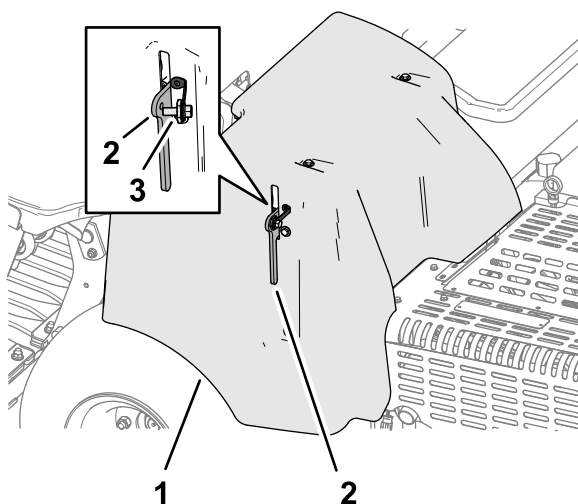

Figura 147
4. Dacă maina dumneavoastră dispune de nurul de blocare CE al capacului curelei, introduceți urubul de nur în orificiul din zăvorul capacului și strângeți urubul (Figura 147).